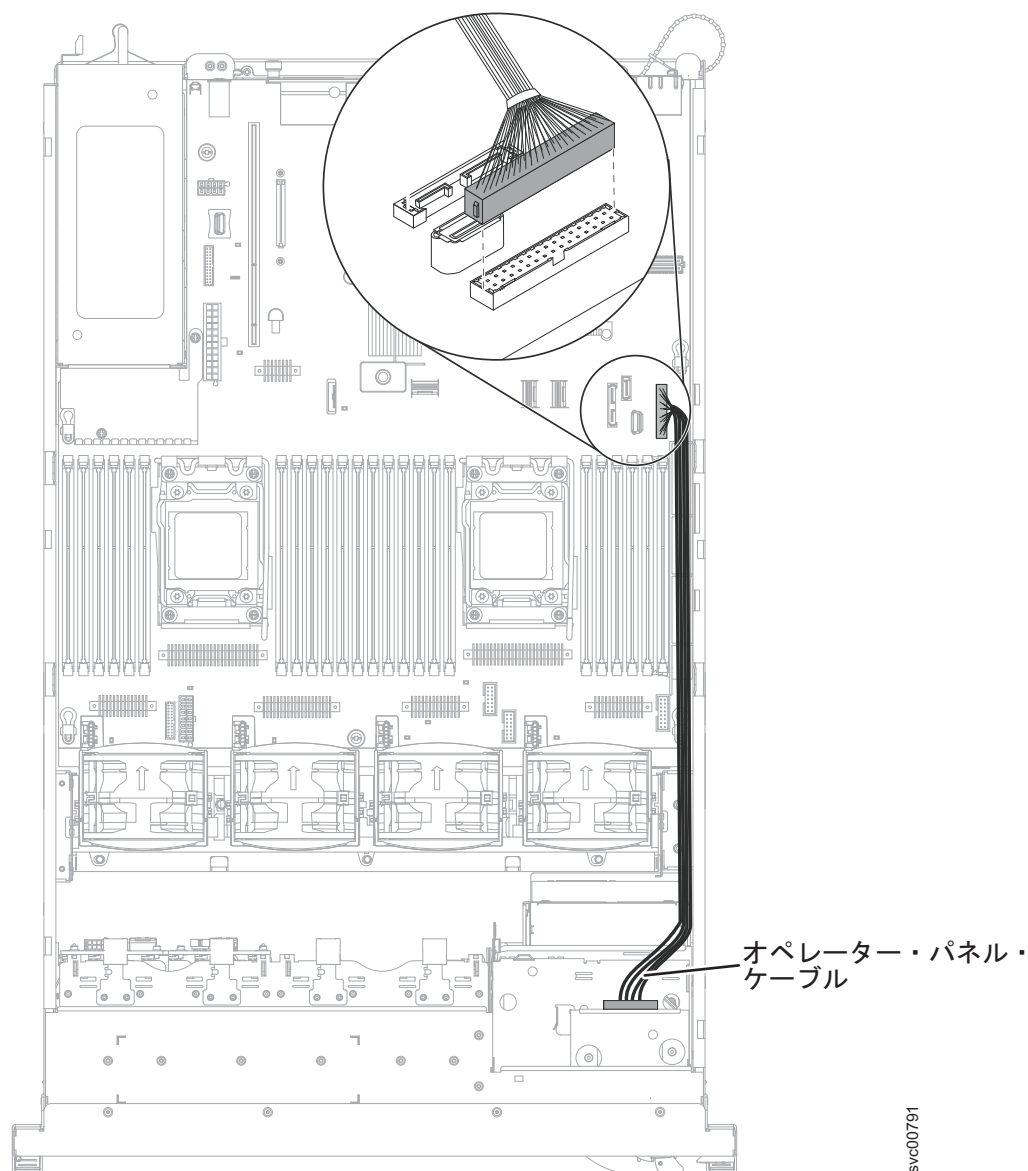

図 269. 2145-DH8 オペレーター情報パネル・ケーブルの接続
2. 357 ページの図 269 に示すように、新しいケーブルをオペレーター情報パネルからノードの右側のコネクタに通します。
3. 図 269 に示すように、ノードの右側のコネクタにケーブルを接続します。